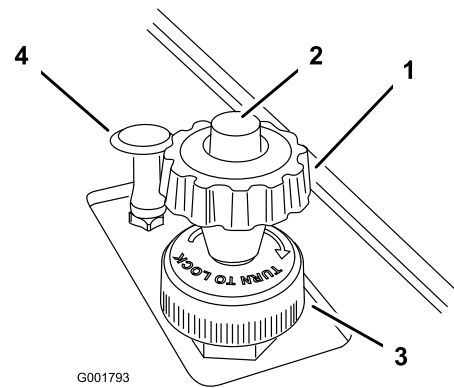

Figure 22
2. Appuyez sur le bouton-poussoir en haut du bouton du limiteur de vitesse et tirez le bouton jusqu'à ce que vous sentiez qu'il touche la pédale d'accélérateur puis relâchez le bouton (Figure 22).
4. Une fois le réglage effectué, vous pouvez bloquer le bouton en tournant la roue de blocage au bas du limiteur de vitesse dans le sens horaire jusqu'à la butée (Figure 22). Pour débloquer le bouton, tournez la roue dans le sens anti-horaire jusqu'à ce qu'il puisse bouger.